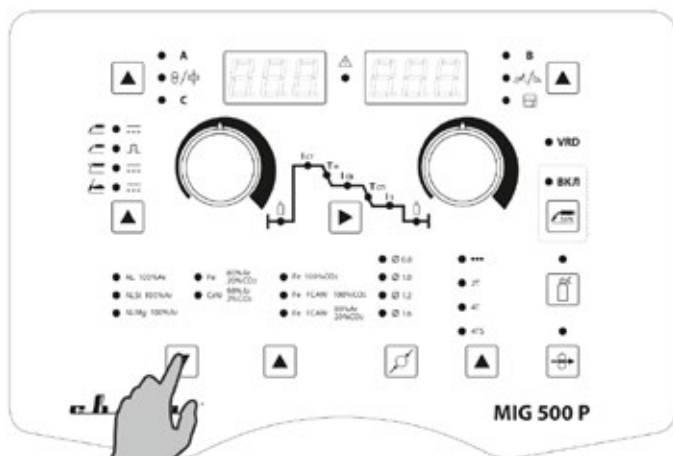

Рис. 8.7.3. Выбор типа проволоки и защитного газа.
3. Выберите тип проволоки и защитного газа (См. рис. 8.7.3). Сварочная проволока выбирается в зависимости от типа свариваемого металла, защитный газ выбирается в зависимости от требований, предъявляемых к сварочному шву (См. табл. 7.0.2, поз. 15, п.1).